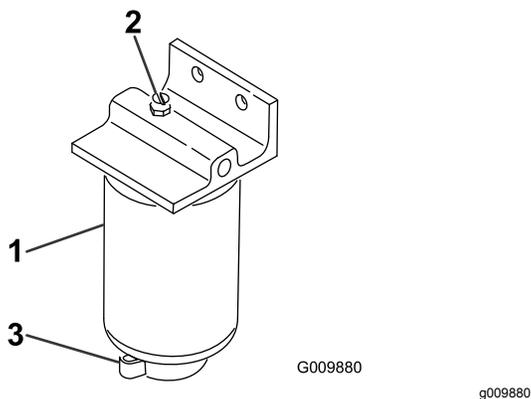

図 65
2. フィルタ容器 図 65下部のドレンプラグをゆるめて水や異物を流し出す。
1. フィルタ容器(図 65)の周辺をウェスできれいにぬぐう。